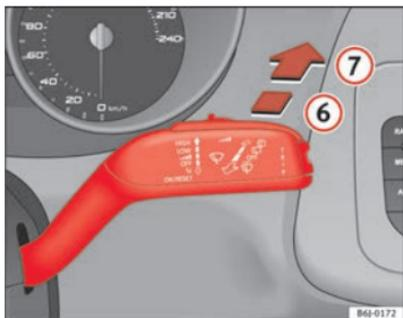

Fig. 62 Manípulo do limpa/lava-vidros: limpa-vidros traseiro
- Pressionar o manípulo para a frente, até ao engate 6 ⇒ fig. 62. O limpa-vidros deve movimentar-se em intervalos de 6 segundos.
- Pressionar o manípulo totalmente para a frente, até à posição 7 ⇒ fig. 62. As escovas e o lava-vidros funcionam simultaneamente. Enquanto se mantiver o manípulo nesta posição, o lava-vidros continua a funcionar.